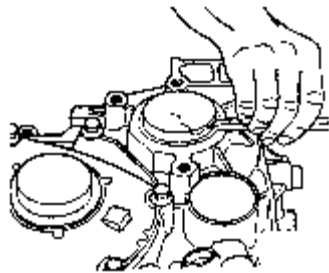
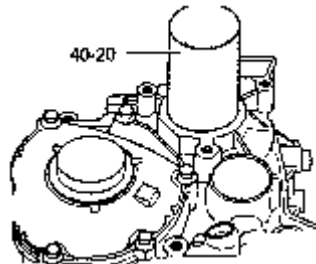

图 7-169 敲出盖板
图 7-170 敲入盖板
(4) 盖板的拆卸或安装。盖板的拆卸和安装如图 7-169 和图 7-170 所示。